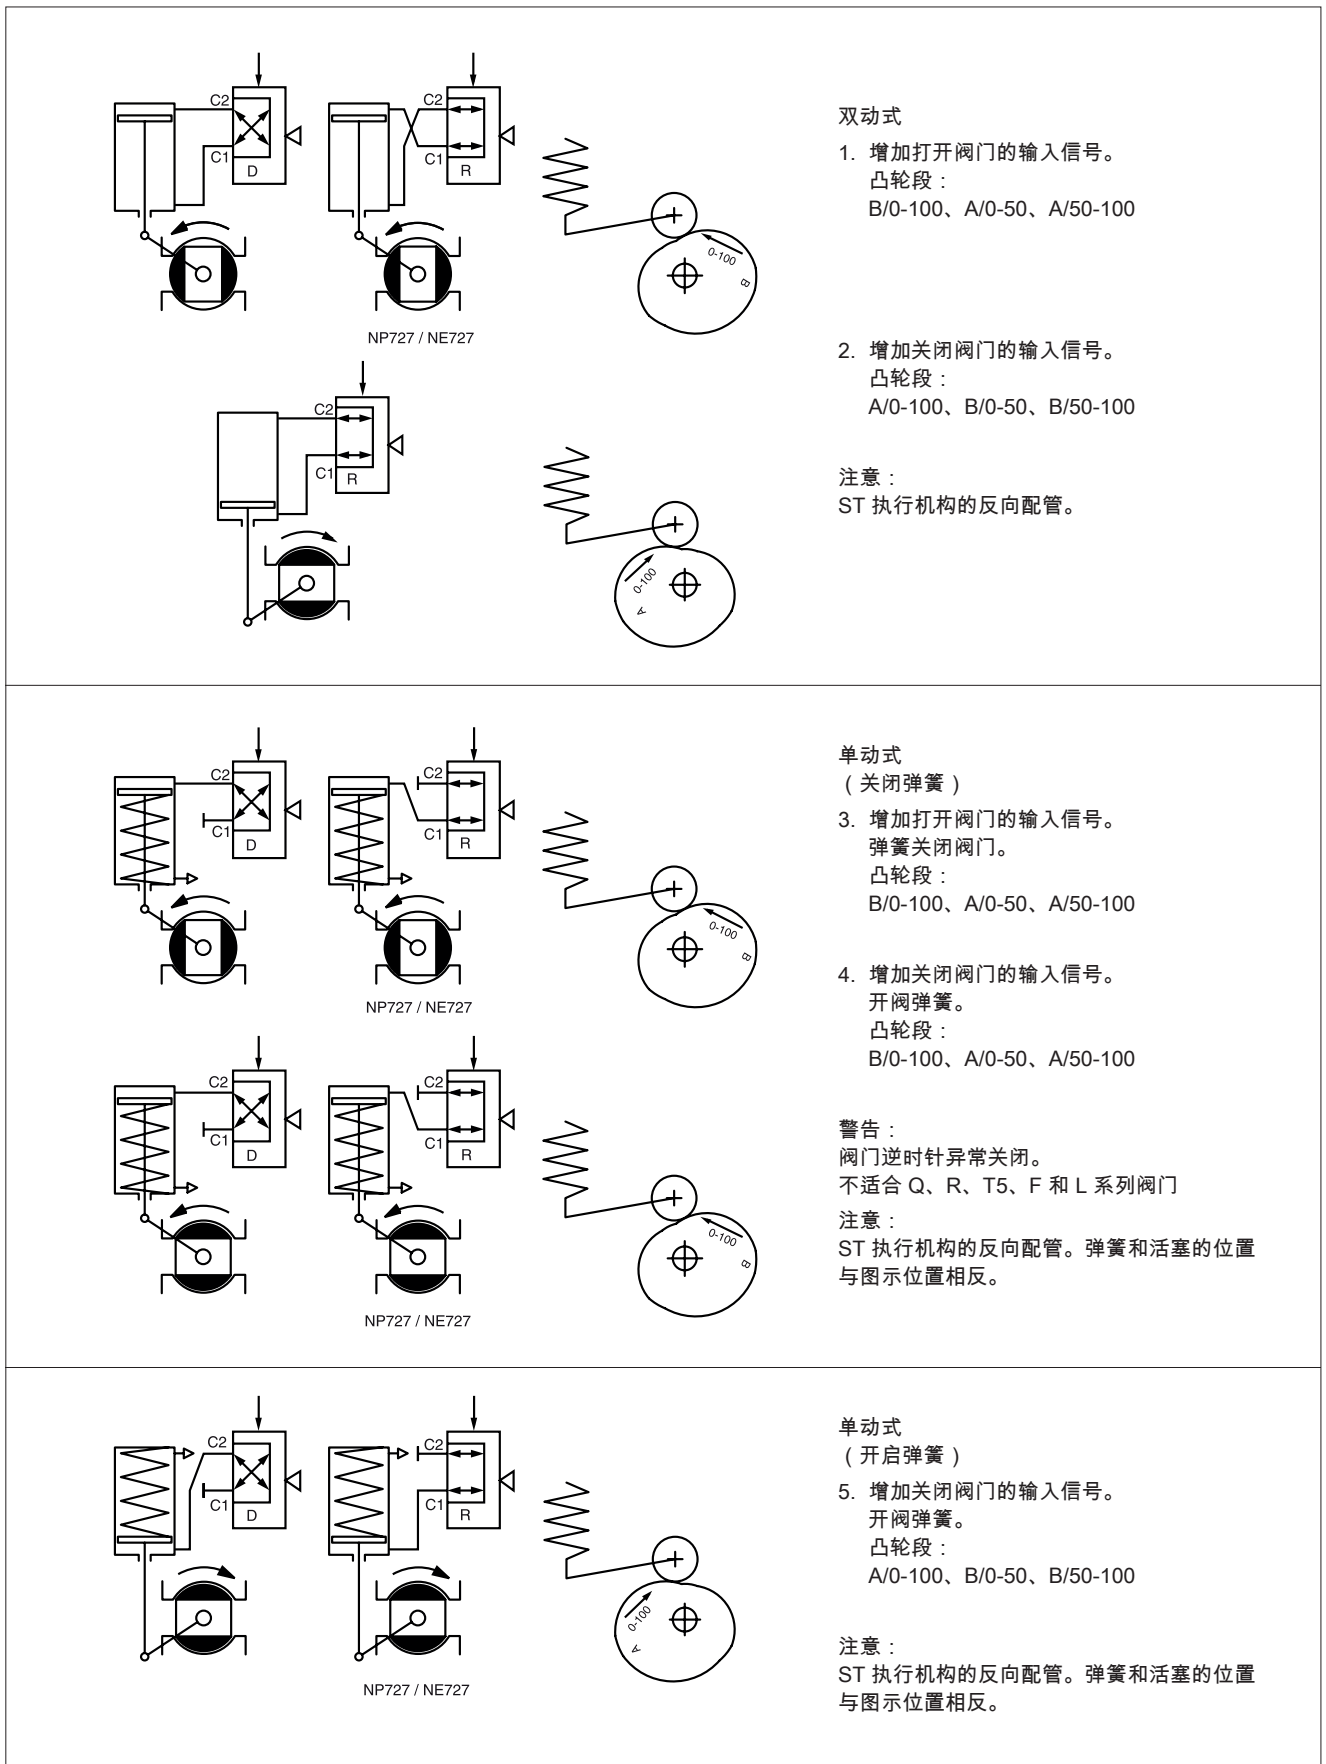

图 5. 定位器动作
2. 将指示器（仅限 B_U）与阀门关闭构件平行安装，并用螺钉 (29) 将导流件 (2) 固定到指示器盖 (B_U) 或联轴器 (QP) 上，如图 5 所示。用密封剂（例如 Loctite 密封剂）固定吃水片紧固螺钉，然后将其正确拧紧。
3. 将安装支架 (1) 固定到定位器上。
4. 将安装支架 (1) 固定到执行机构上。